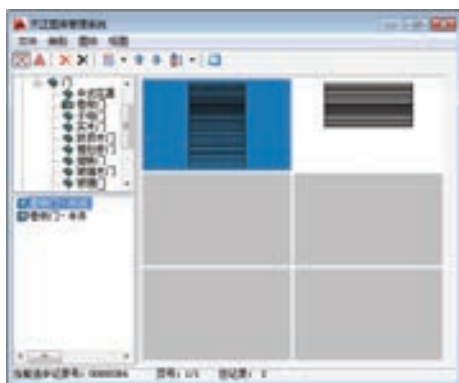

图 13-23 选择立面样式
11) 双击平面样式图标, 返回“门”对话框; 单击右侧的三维显示窗口, 在打开的“天正图库管理系统”窗口中选择卷帘门的立面样式, 如图 13-23 所示。